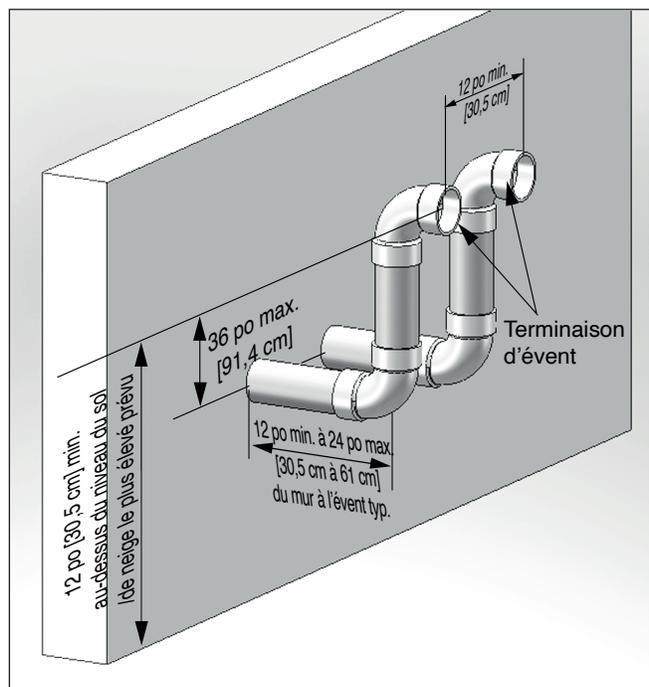

Fig. 20 - Catégorie IV - Terminaison murale de plusieurs chaudières INSTINCT
2. Chaque terminaison d'évent doit être à un minimum de distance de 12 po [30,5 cm] de la terminaison adjacente, dans le cas des installations aux États-Unis, comme illustré à la *fig. 20 ci-dessous*. Pour les installations au Canada, fournissez les dégagements exigés par la norme CAN/CSA B149.1.